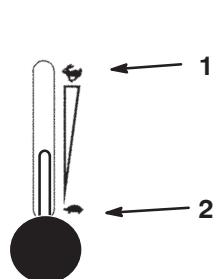

Figure 13
5. Placez la manette d'accélérateur en position de Régime maximum pour démarrer à froid (Fig 13).
1. Désengagez la PDF (Fig. 13).
2. Placez la manette d'accélérateur à mi-course, entre les positions Ralenti et Régime maximum (Fig. 13).